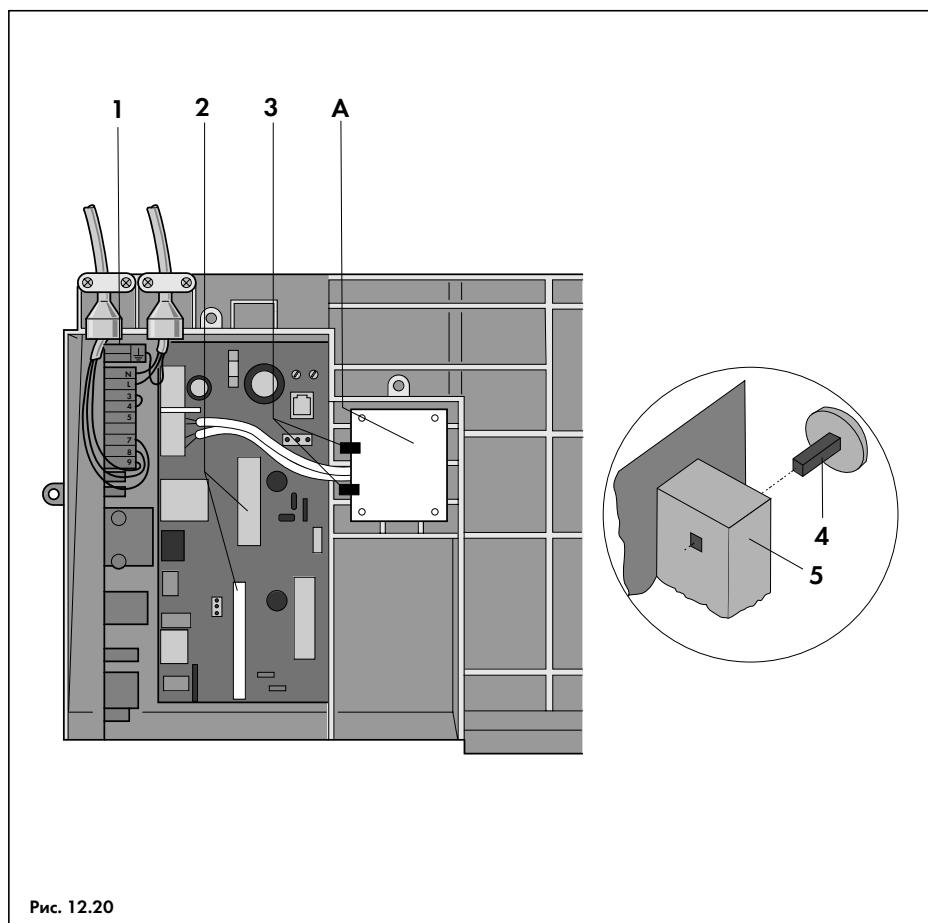

Рис. 12.20
- Отсоединить кабели трансформатора (A, рис. 12.20) от печатной платы;
- Отжать фиксаторы (3, рис. 12.20) и снять трансформатор с панели управления;
- Разъединить штекерный разъем на плате управления (2, рис. 12.20);
- Вытащить коммутационную плату (1, рис. 12.20) из разъема на плате управления;
- Установка плат производится в обратной последовательности, при этом необходимо обратить внимание на то, чтобы шпиндели ручек управления (4, рис. 12.20) корректно вошли в соответствующие отверстия потенциометров и переключателя (5, рис. 12.20) на плате управления;